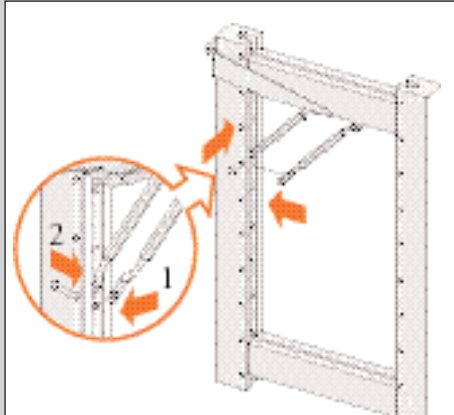

Abb. 10
6. Bringen Sie die zweite Spannstange an und drücken Sie den Tragstift vollständig in die Regalwand (siehe Abb. 10).